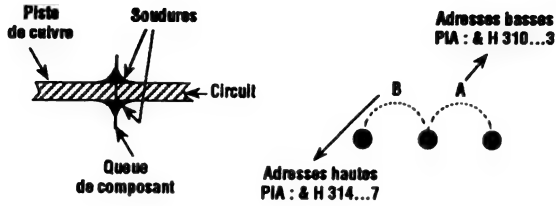

Fig. 9.8
- souder les quatre straps, ainsi que le strap en A ou B selon les adresses choisies. Ne pas oublier la soudure côté composants de trois straps (fig. 9.8),